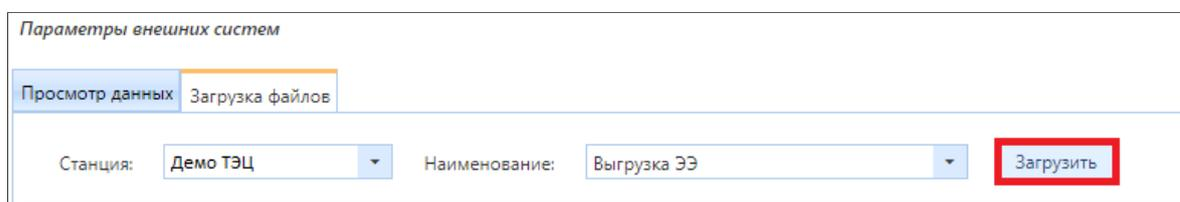

Рисунок 3.4.14 – Кнопка «Загрузить»
4. Затем необходимо нажать на кнопку «Загрузить» (рис. 3.4.14).